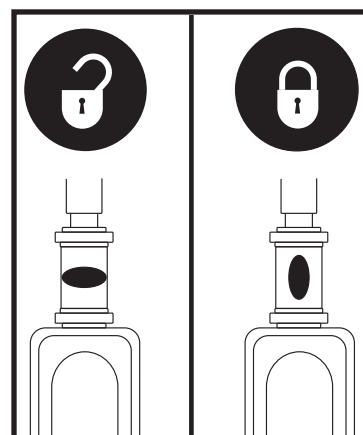

Figure 36 Bouton de verrouillage du guidon
1. Retirez la clé du contact et puis pour bloquer le guidon en ligne droite, pesez sur le bouton et tournez-le 90° dans le sens des aiguilles d'une montre. **Voir la figure 36.** La roue avant doit faire face à l'avant afin de pouvoir bloquer le guidon.
6. Débloquez la roue avant en tournant le bouton de blocage 90° dans le sens opposé aux aiguilles d'une montre. **Voir la figure 36.**